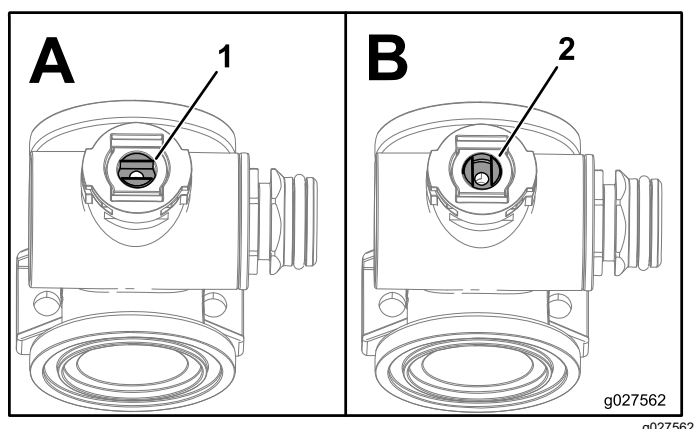

Figura 128
- Posicione a haste da válvula para que fique na posição fechada (Figura 128 B).
3. Rode a haste da válvula para que a esfera fique na posição aberta (Figura 128 A).